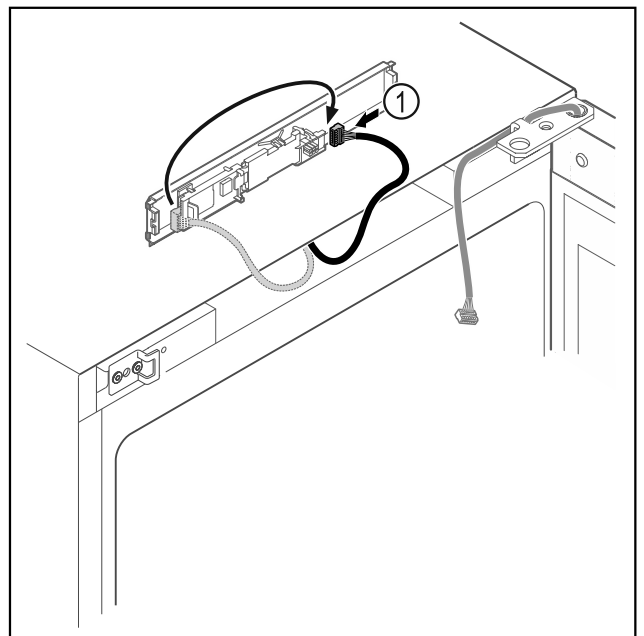

Fig. 21
- Enchufar el conector Fig. 21 (1) en otra posición en la platina.